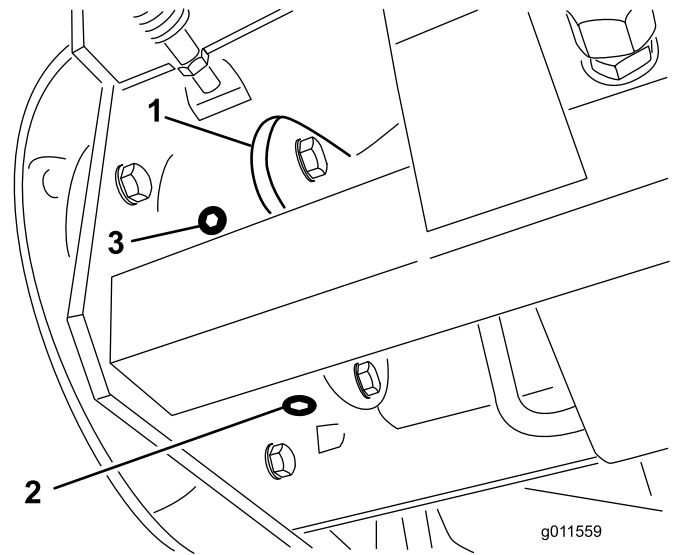

Bild 64
6. Stellen Sie ein Auffanggefäß unter das Bremsgehäuse an der anderen Seite des Rads (Bild 64).